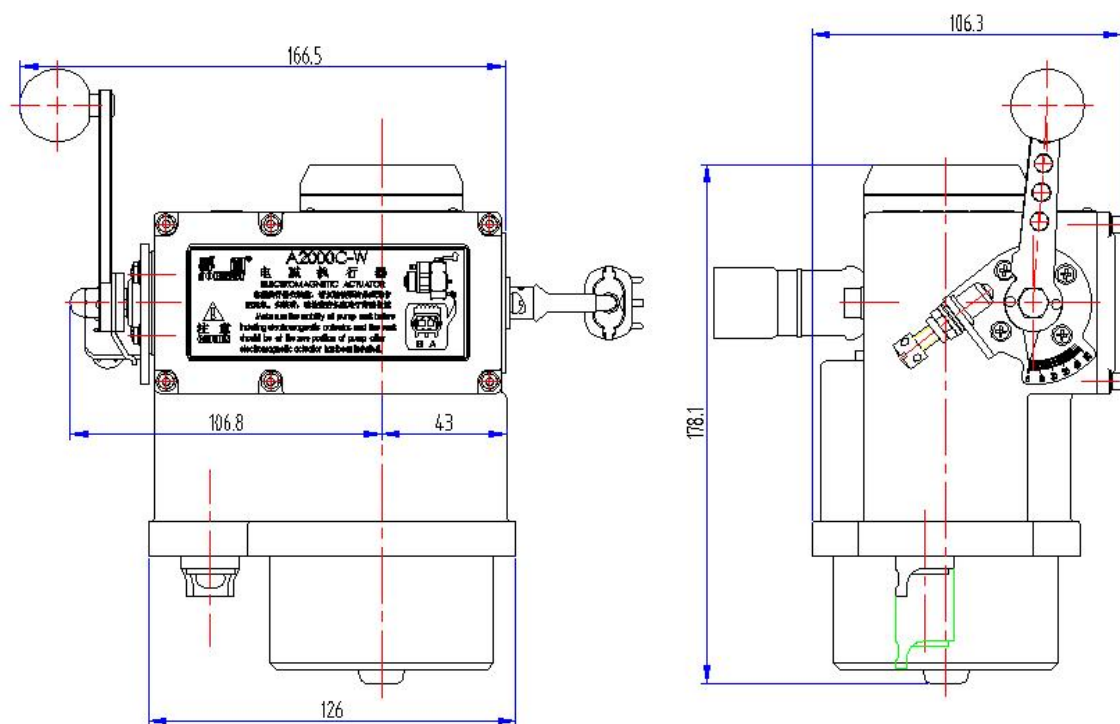

图 2.6 A2000C-W-d1 电磁执行器外形及安装尺寸图
2.2.4 A2000C-W-d1 电磁执行器 (如图 2.6 所示)